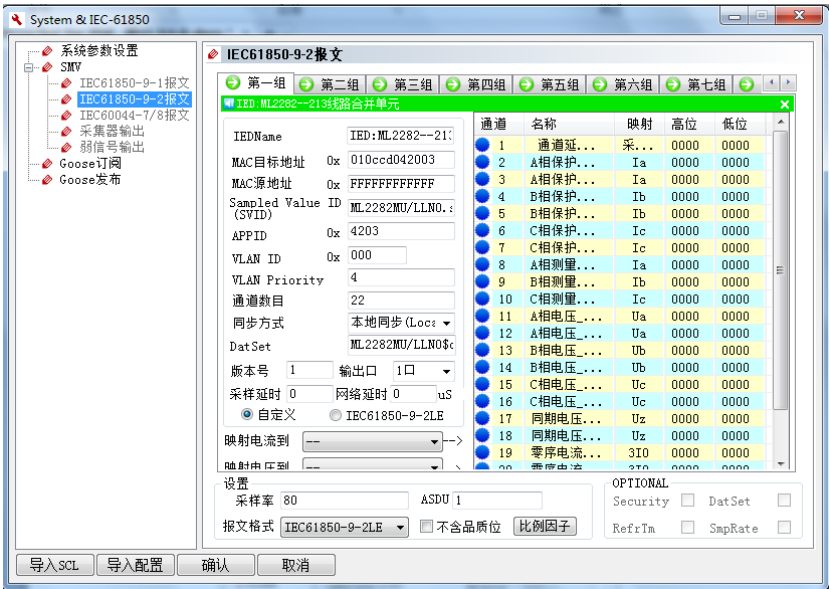
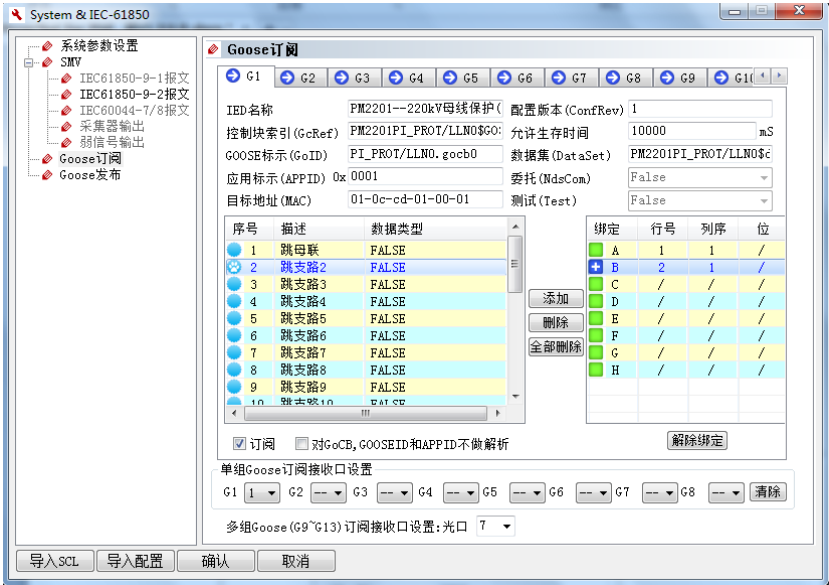
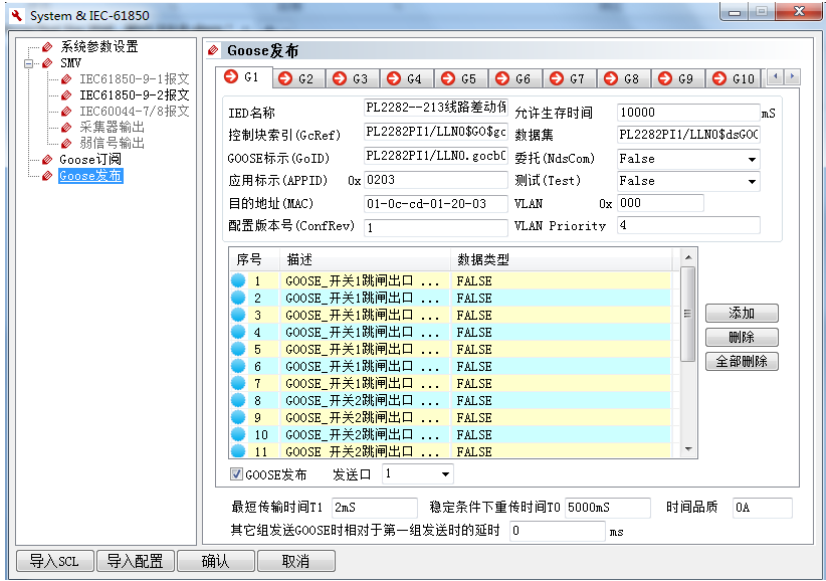

图 A-15 自动配置后采样报文界面
图 A-16 自动配置后 GOOSE 报文信息界面
图 A-17 自动配置后 GOOSE 发布界面
- 5) 点击确定后即完成了报文的自动配置。包括 SMV 如图 A-15、GOOSE 订阅如图 A-16、GOOSE 发布的设置如图 A-17。